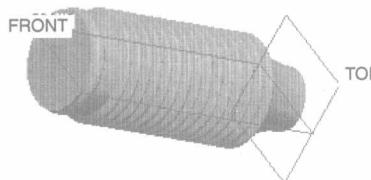
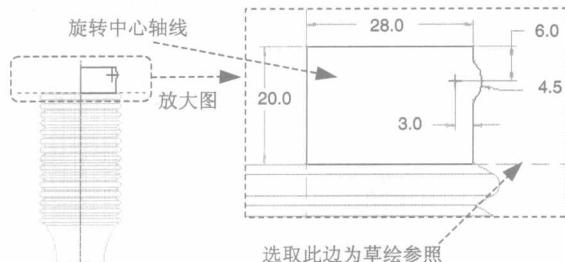

图 1.7 旋转 3
图 1.8 截面草图
(1) 在模型树中单击 Step3 中创建的旋转特征，再右击，从快捷菜单中选择 **阵列...** 命令。
(2) 选取阵列类型。在操控板的 **选项** 界面中选中  一般 单选按钮。
(3) 选择阵列控制方式，在操控板中选择以“方向”方式控制阵列。
(4) 给出增量(间距)、阵列个数。选取 TOP 基准平面，在操控板中输入阵列个数值 15，设置增量(间距)值 7.0，按回车键；再按回车键。
(5) 在操控板中单击“完成”按钮 .
Step5. 创建图 1.7 所示的旋转特征——旋转 3。选择下拉菜单 **插入(I)** → **◆ 旋转(R)** 命令；选取 FRONT 基准平面为草绘平面、TOP 基准平面为参照平面，方向为 **顶**；旋转中心线和特征截面草图如图 1.8 所示；旋转类型为 ，旋转角度值为 360.0。